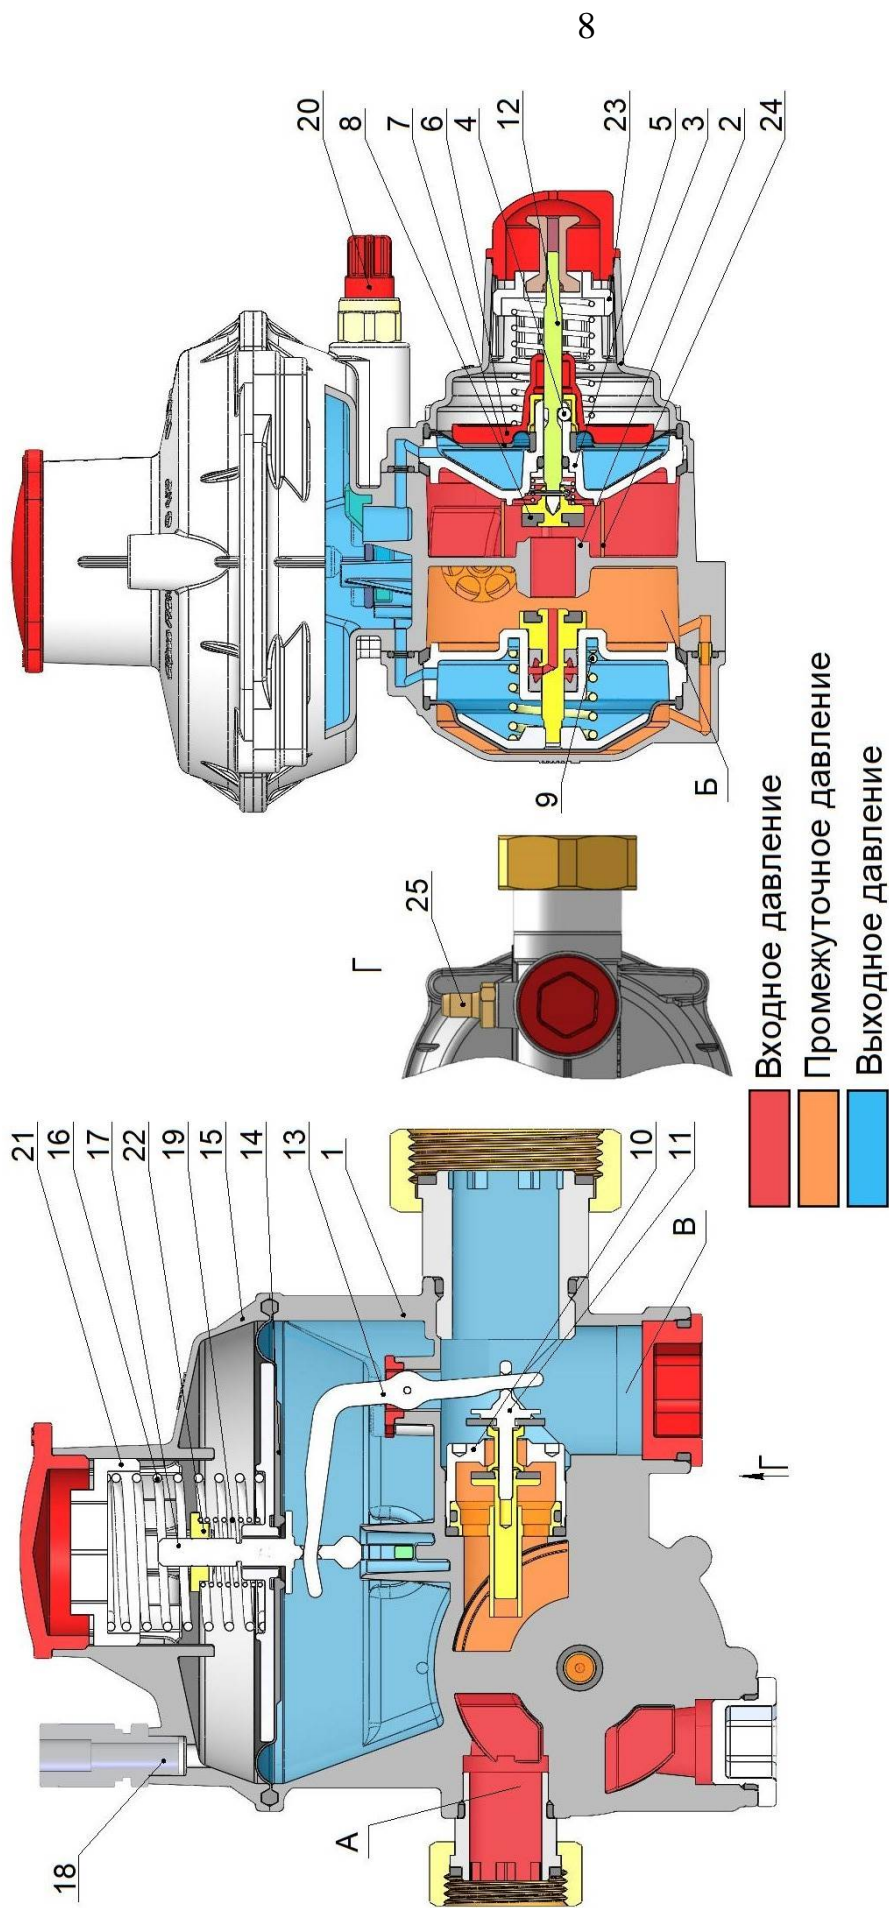

Рисунок 1
2.2.7.4 Потянув на себя шток 12 (см. рис.1), взвести клапан ПЗК. Клапан ПЗК должен зафиксироваться в верхнем положении.
2.2.7.5 Нажать до упора, а затем отпустить кнопку запуска 20 (см. рис.1). Осуществить необходимую настройку регулятора. Выходное давление газа контролировать по манометру.
ВНИМАНИЕ! В случае ложного срабатывания клапана ПЗК при пуске необходимо повторить п. 2.2.7.4, затем надавить на шток 12 (см. рис.1), для предотвращения срабатывания клапана ПЗК при запуске., после чего повторить п. 2.2.7.5.
2.2.7.7 Настройка выходного давления производится вращением регулировочной гайки 21 (см. рис.1), ослабляющей или сжимающей задающую пружину 16. При вращении по часовой стрелке выходное давление увеличивается, а против - уменьшается.